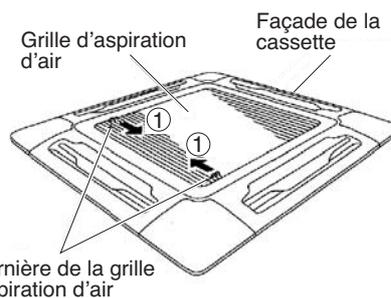

Fig. 9-4
- b) Pour ouvrir la grille, faites glisser les loquets de la grille d'aspiration d'air dans le sens indiqué par les flèches ①. (Fig. 9-4)